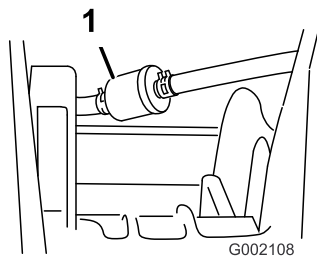

Figura 46
5. Retire las abrazaderas que sujetan el filtro de combustible a los tubos de combustible (Figura 46).